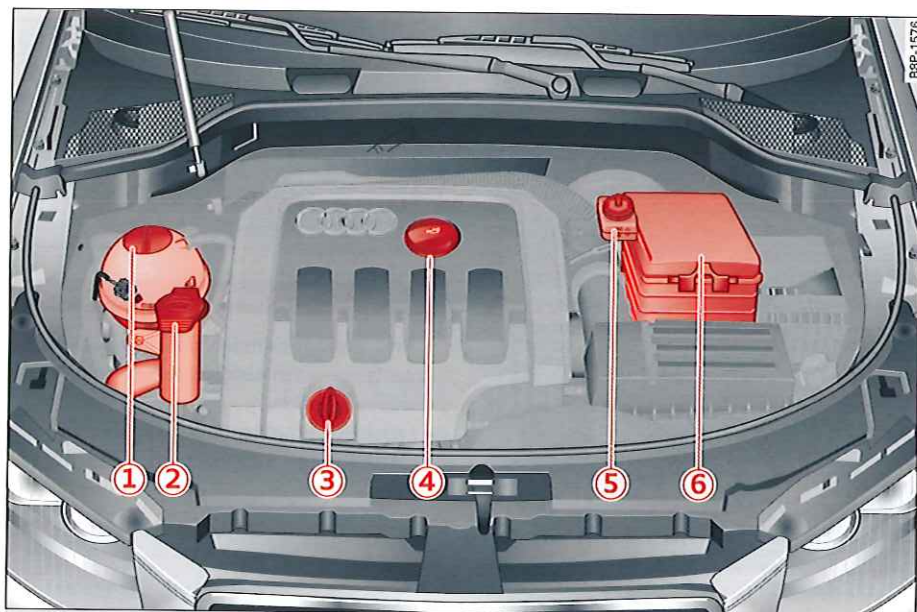

Fig. 172 Agencement des réservoirs, de la jauge d'huile-moteur et de l'ajutage de remplissage d'huile-moteur
Les positions de l'ajutage de remplissage d'huile-moteur et de la jauge d'huile (positions ③ et ④) ⇒ fig. 172 peuvent varier suivant la version du moteur.
- ▶ Dévissez le bouchon  de remplissage d'huile-moteur $\Rightarrow$ fig. 175., $\Rightarrow$ page 172, fig. 172.
- Contrôlez le niveau de liquide de refroidissement sur le vase d'expansion ⇒ page 172, fig. 172. Il doit se situer entre les repères MIN et MAX lorsque le moteur est froid. Lorsque le moteur est chaud, il peut se situer légèrement au-dessus du repère MAX.